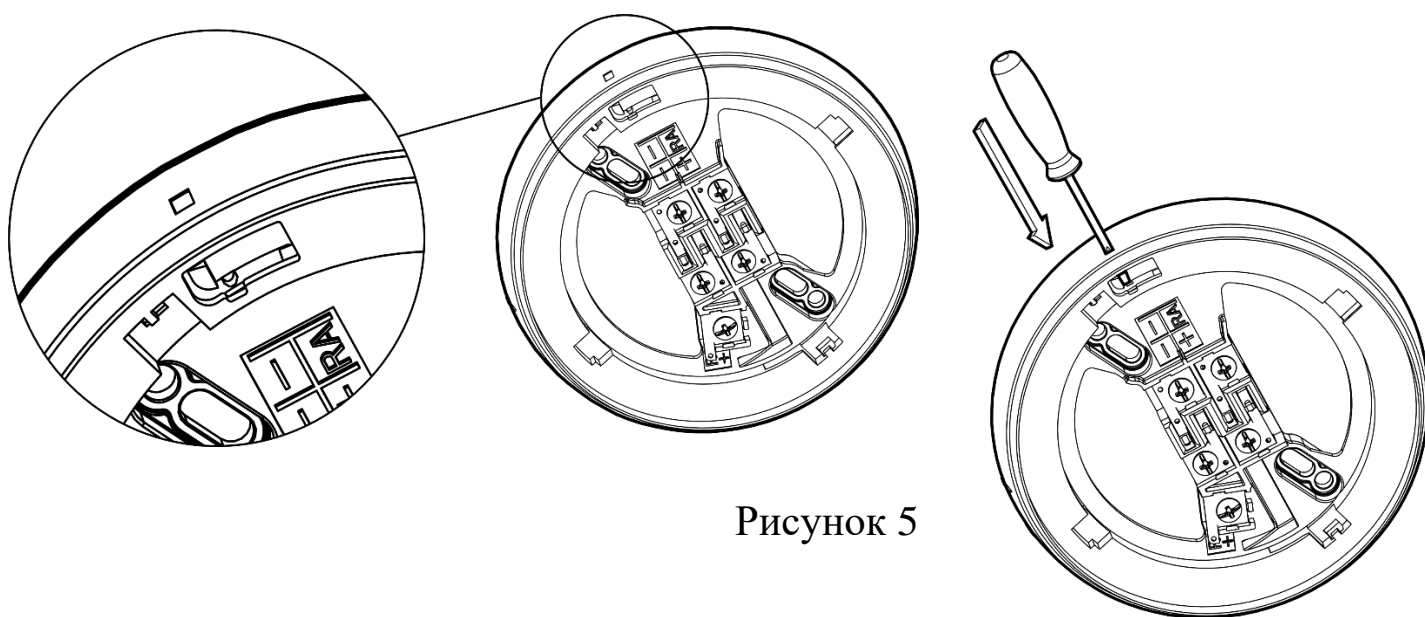

Рисунок 5
4.4 В конструкции базы предусмотрена возможность защиты от несанкционированного отсоединения извещателя. При удалении предохранительного выступа в базе (см. Рисунок 5) извещатель будет невозможно снять без дополнительных инструментов.
5.2 Проверка работоспособности производится поднесением постоянного магнита к краю корпуса извещателя в область, противоположную обозначенной метками на базе (см. рисунок 5).